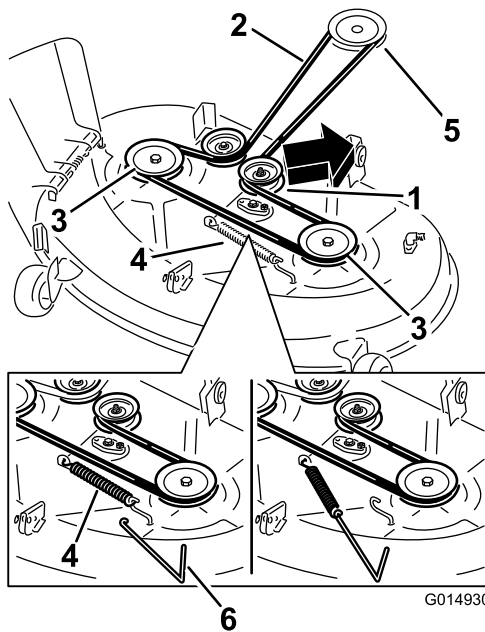

Figure 55
6. À l'aide d'un outil de dépose de ressort (réf. Toro 92-5771), décrochez le ressort du crochet sur le plateau pour détendre la poulie de tension et déchaussez la courroie des poulies (Figure 54 et Figure 55).
7. Acheminez la courroie neuve autour des poulies du moteur et du plateau de coupe (Figure 54 et Figure 55).
8. À l'aide d'un outil de dépose de ressort (réf. Toro 92-5771), accrochez le ressort au crochet sur le plateau pour tendre la poulie de tension et la courroie de plateau de coupe (Figure 54 et Figure 55).